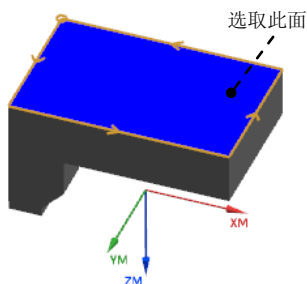

图 2.20 指定修剪边界
Step2. 在 **修剪侧** 区域中选中 ☒ **外部** 单选项，然后在图形区中选取图 2.20 所示的面；单击“修剪边界”对话框中的 **确定** 按钮，系统返回到“深度加工轮廓”对话框。